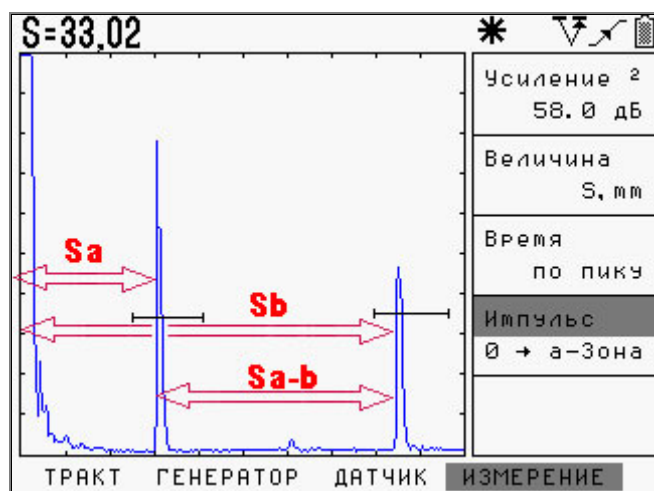

Рис.3-6 Измерение времени прохождения сигнала в призме по образцу СО-3
Картинка на экране дефектоскопа будет аналогичной показанной на рис. 3-6
4. Сигнал вновь проходит через призму и регистрируется прибором. Этот сигнал изображен на рис. 3.6 через расстояние S_a .
7. Пришедшие колебания отображены на рис.3-6 на расстоянии S_b .